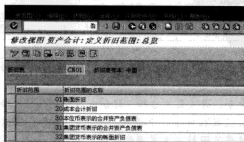

图 10-31 修改“折旧范围”
STEP 3 双击该折旧表条目, 进入折旧表的折旧范围编辑界面。因为是按照模板进行的复制, 所以在此界面中可以将一些不用的“折旧范围”删除, 如图 10-31 所示。